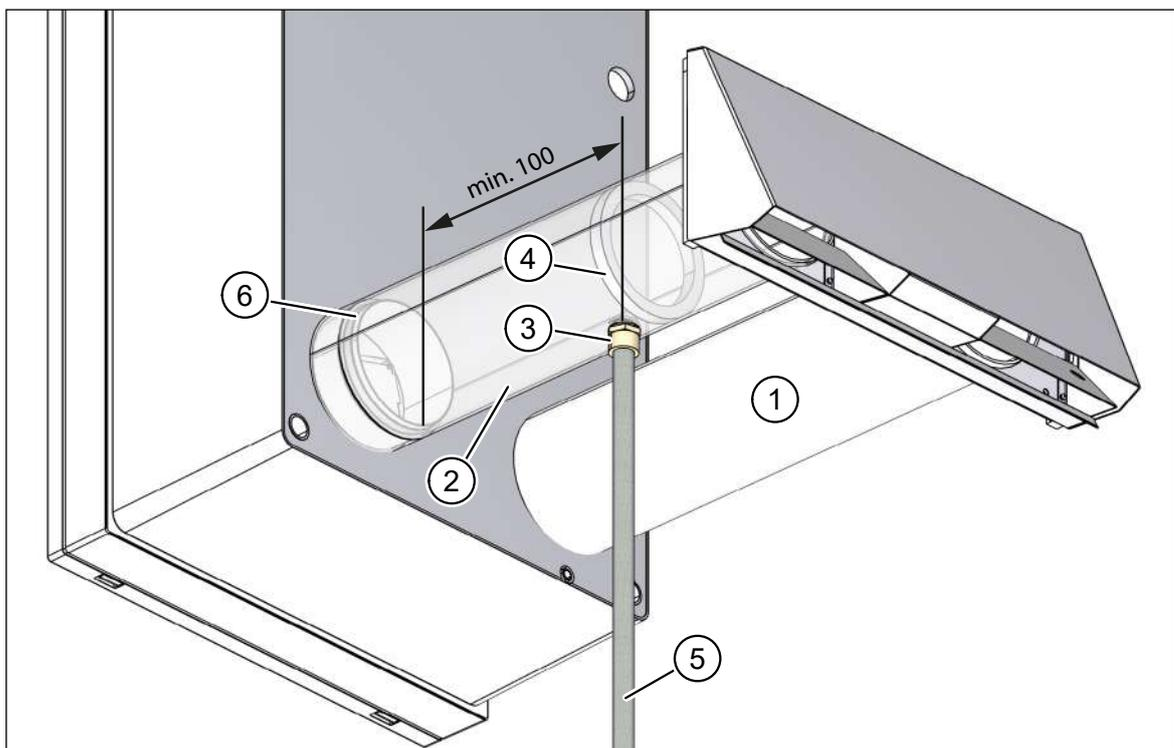

Abb. 34: Kondensatabführung am Fortluftrohr, Maß in Millimeter
- Außenluftrohr, DN 100, 0,5 m (Pos. 1 in Abb. 34)
- Fortluftrohr, DN 100, 0,5 m (Pos. 2 in Abb. 34), mit 1/2“-Außengewindeanschluss (Pos. 3 in Abb. 34) und Barriere (Pos. 4 in Abb. 34) zum Rückhalten des Kondensats.
- Schützen Sie das Kondensatableitungsrohr (Pos. 5 in Abb. 34) in kalten Regionen vor Frost, z. B. durch Verlegung hinter der Fassadendämmung.
- Beachten Sie den Mindestabstand von 100 mm zwischen Kondensatableitungsrohr (Pos. 5 in Abb. 34) und Fortluftstutzen (Pos. 6 in Abb. 34).